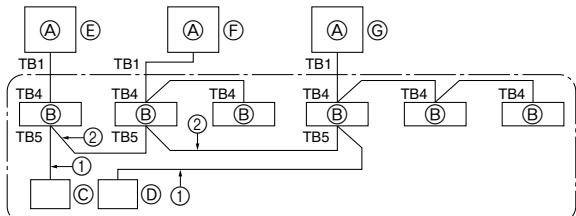

Fig. 8-1
8. Contrôle du système (Fig. 8-1)
⑤ SW 1 - 3 ~ 6	ON